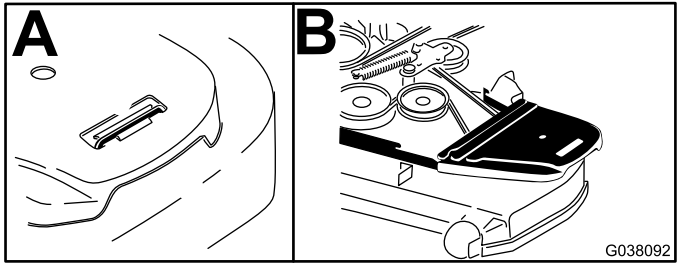

Figura 15
2. Retire a cobertura da correia direita (Figura 15).